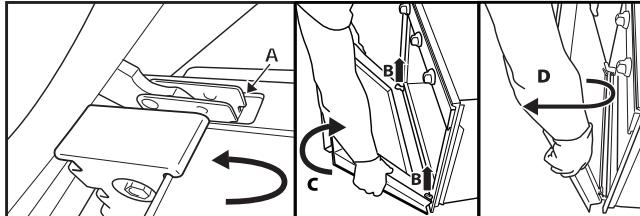

Fig. 2
3. Luk døren til blokeringmekanismen (A), løft den (B) og drej den (C), til den frigøres (D) (Fig. 2).